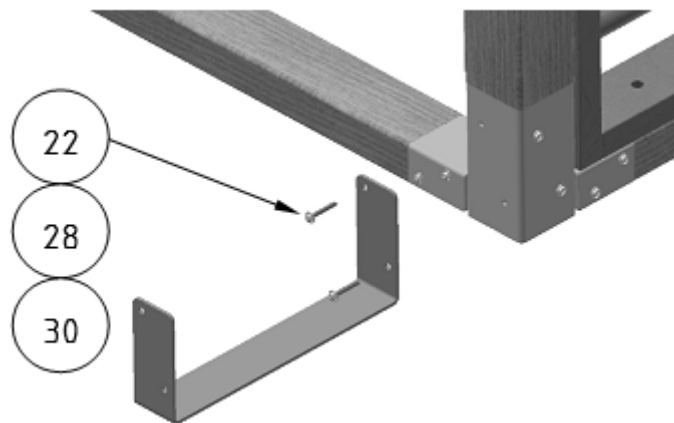

Abbildung 13: Montage Wandwinkel
Zur Befestigung am Boden verwenden Sie die mitgelieferten Rahmendübel (29). Dazu bohren Sie in den Bodenrahmen, jeweils vom Pfosten nach innen 50 cm ein Loch mit dem Durchmesser 10. Nach dem Sie das Holz mit einem Holzbohrer durchbohrt haben, bohren Sie mit einem für den Untergrund geeigneten Bohrer (ebenfalls Durchmesser 10) durch den Rahmen in den Boden (ca. 60 mm tief). Anschließend senken Sie das Bohrloch im Holz, damit die Schraube und der Dübel bündig mit dem Rahmen abschließen können. Nun können Sie die Dübel setzen und das Motorikzentrum befestigen. Für die Wandmontage sind die mitgelieferten Wandwinkel (30) zu verwenden. Befestigen Sie zunächst den Wandwinkel (30) an dem Motorikzentrum mit Hilfe der Schrauben und Scheiben (22&28) (Abbildung 13).
Um die Kletterelemente zu montieren, müssen diese zunächst vorgebohrt werden. Sollten Sie zwei nebeneinanderliegende Elemente verwenden wollen, müssen diese zunächst miteinander verbunden werden. Dafür nutzen Sie bitte die entsprechenden Schrauben, wie in Abbildung 13 dargestellt. Hierbei ist das Vorbohren besonders wichtig, um die Elemente fest miteinander zu verbinden. Aus diesem Grund werden die Wangen in der der Schraubenkopf sitzt mit einem 6er Bohrer durchbohrt. Die andere Wange, in die sich dann die Schraube hineinziehen soll, wird dann mit einem 4er Bohrer, 20 mm tief angebohrt.